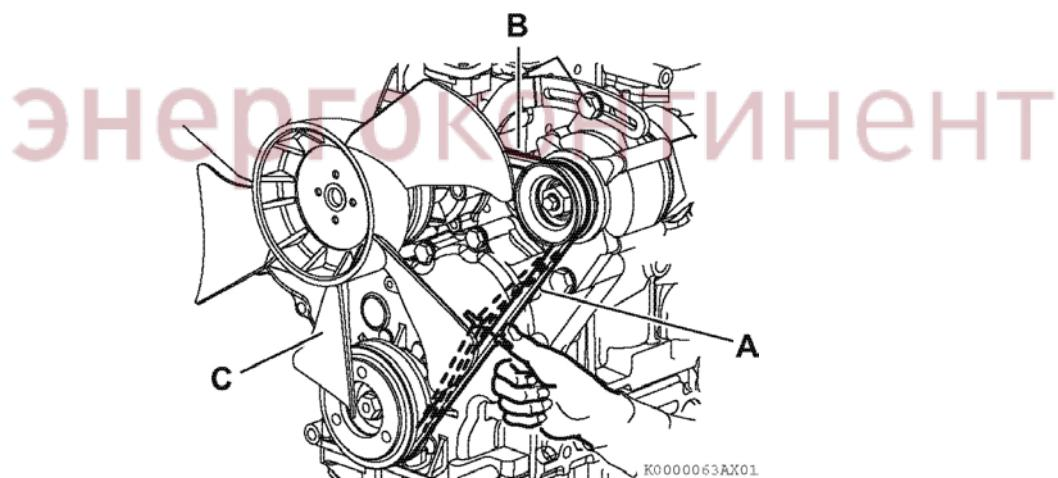

Рисунок 39
Есть три положения для проверки натяжения клинообразного ремня (A, B и C, Рисунок 39, (A), (B), (C)). Вы можете проверять натяжение в положении, которое является наиболее доступным. Надлежащая величина прогиба клинообразного ремня в каждом положении приведена в таблице.